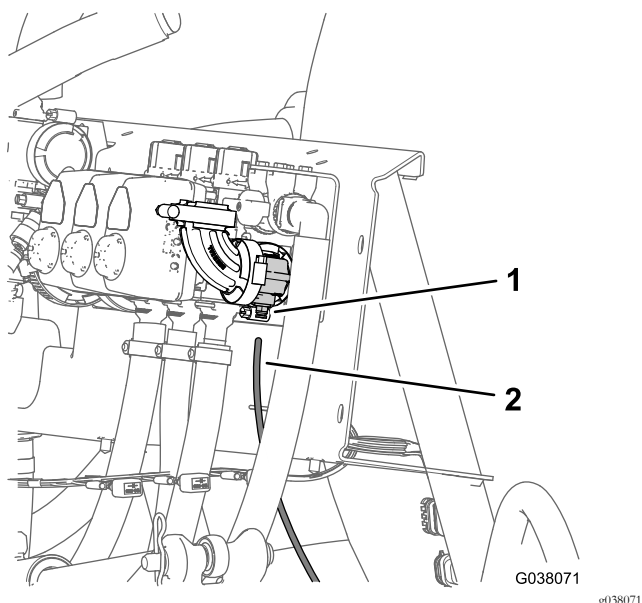

图124
1. 将仪表板内压力计压力传感管塑料的末端与管道连接器的锁环对齐 图124。
2. 将传感管插入锁环直至管道完全入位 图124。